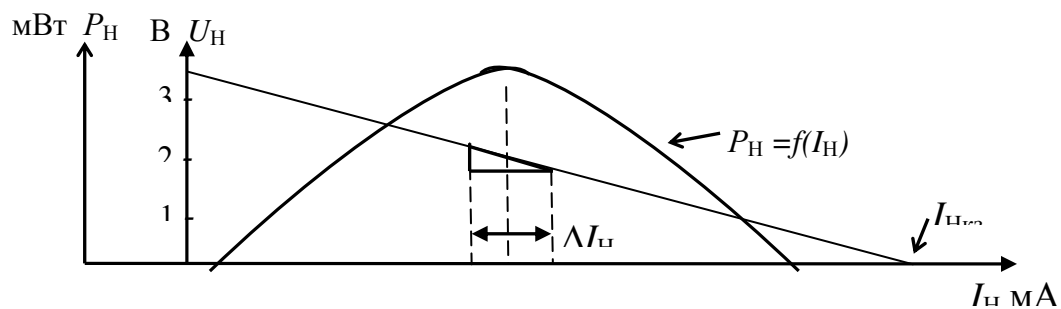

Рис. 3. Примерный вид характеристик
5.3 В тех же координатах постройте график зависимости $U_H = f(I_H)$, введя дополнительную ось для напряжения, масштаб которой отличается от масштаба оси по мощности. Около точки на характеристике, соответствующей максимальной мощности, постройте характеристический прямоугольный треугольник. Определите изменения тока ΔI_H и напряжения ΔU_H рис. 3.
Определите выходное сопротивление источника $r_0 = \Delta U_H / \Delta I_H$ рис. 3.
5.4 В тех же координатах постройте график зависимости $P_{ист} = f(I_H)$ (на рис. 3 не показан).